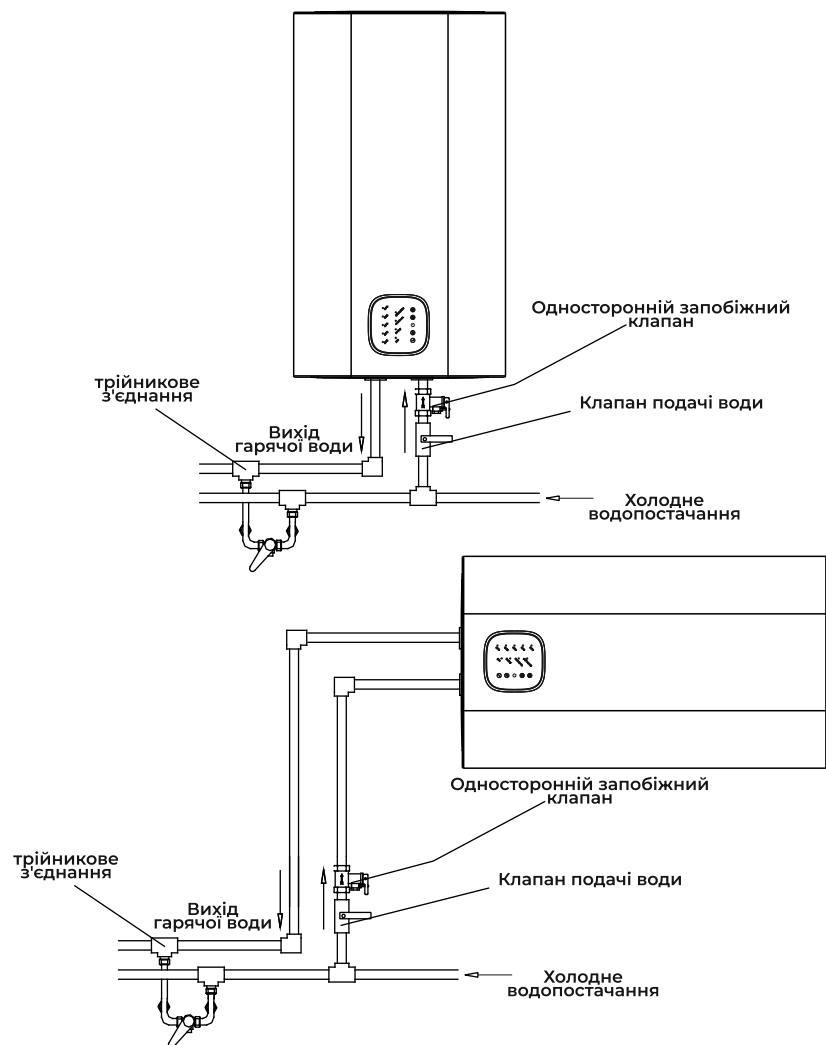

Рисунок 4. Схема підключення до водопроводу
• Якщо користувачі хочуть реалізувати багатоходову систему подачі, зверніться до методу, показаного на рис.4 для підключення трубопроводів.